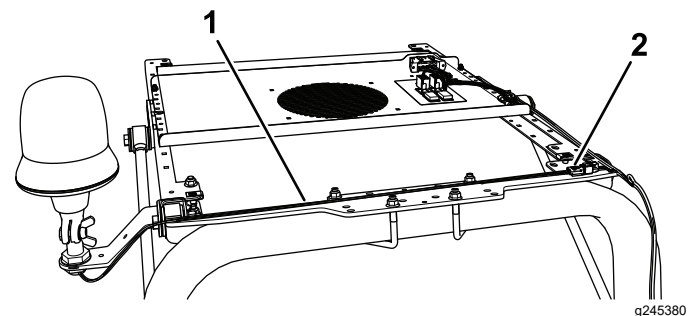

Bild 10
7. Stecken Sie den Anschluss am Rundumleuchten-Kabelbaum in den Anschluss am Kabelbaum der Schalterplatte (Bild 10).
8. Verlegen Sie den Rundumleuchten-Kabelbaum, wie in Bild 10 abgebildet, und befestigen Sie ihn mit Kabelbindern.